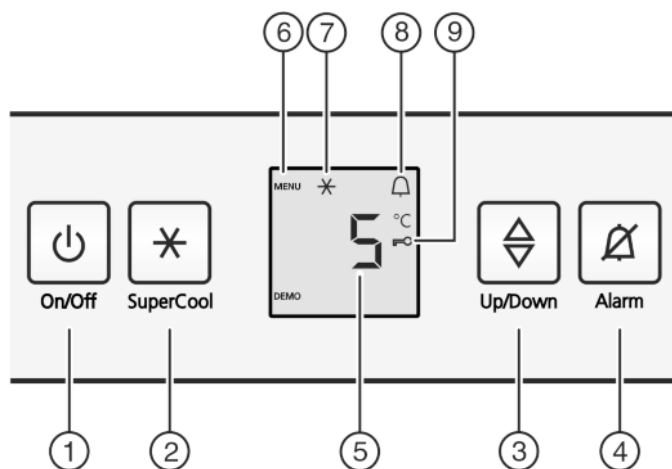

Fig. 2
- ▶ Aan/uit-toets *Fig. 2 (1)* indrukken.
- ▶ Toets SuperCool *Fig. 2 (2)* ca. 5 seconden indrukken.
- ▷ Op de display wordt het symbool Menu *Fig. 2 (6)* weergegeven.
- ▶ Met de toets SuperCool *Fig. 2 (2)* kort bevestigen.
- ▷ Het symbool Kinderbeveiliging *Fig. 2 (9)* op de display gaat branden.
- ▶ De toets On/Off *Fig. 2 (1)* kort indrukken.
- ▶ Toets Alarm *Fig. 2 (4)* indrukken.
- ▶ Temperatuurfunctie oproepen: Druk de insteltoets *Fig. 2 (3)* in.
- ▶ Temperatuur in 1 °C stappen wijzigen: Druk de insteltoets *Fig. 2 (3)* net zo vaak in, totdat de gewenste temperatuur op het temperatuurdisplay oplicht.
- ▶ Toets SuperCool Fig. 2 (2) kort indrukken.
- ▷ Het symbool SuperCool Fig. 2 (7) brandt op het display.
- ▷ Het symbool SuperCool Fig. 2 (7) in de display gaat uit.